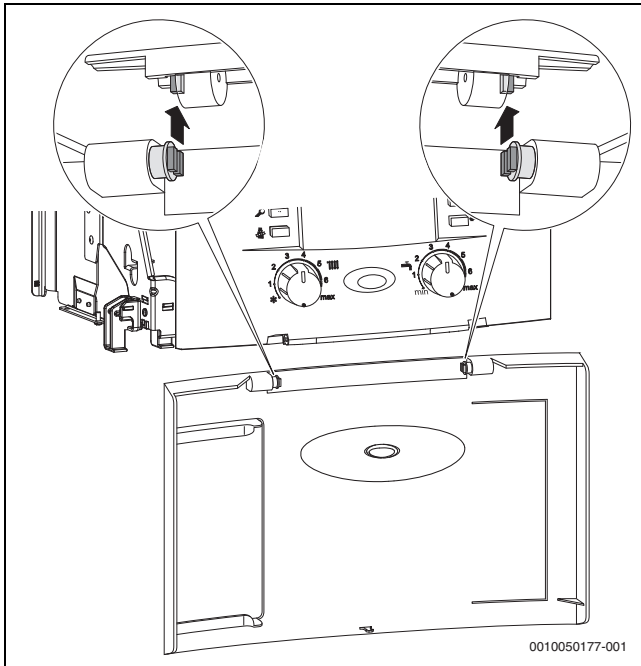

Bild 11
- Ausrichtung der Dämpfer prüfen (→ Bild 11).